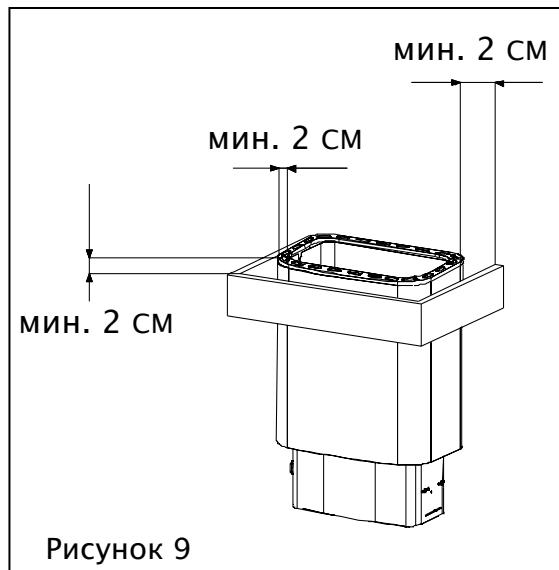

Рисунок 9
- При необходимости вокруг каменки можно сделать защитное ограждение. Смотрите рисунок 9. В качестве материала для защитного ограждения рекомендуем использовать дерево. В этом случае обязательно следует соблюдать минимально допустимые расстояния безопасности до возгораемых конструкций. Неправильный монтаж создает опасность возникновения пожара.